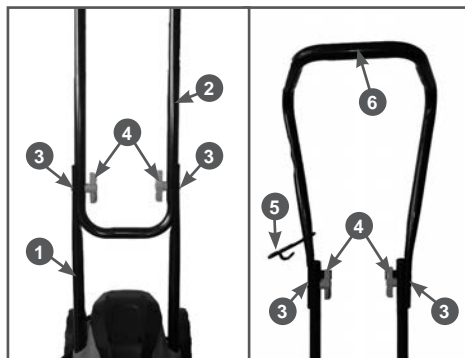

Рис. 4 Установка рабочей рукоятки
3. Установите рабочую рукоятку (см. Рис. 4). Для этого закрепите нижнюю часть 2 рабочей рукоятки на стойках 1 при помощи барашковых гаек 4 и винтов 3. Наденьте держатель 5 кабеля удлинителя на верхнюю часть 6 рабочей рукоятки и закрепите верхнюю часть при помощи барашковых гаек и винтов.